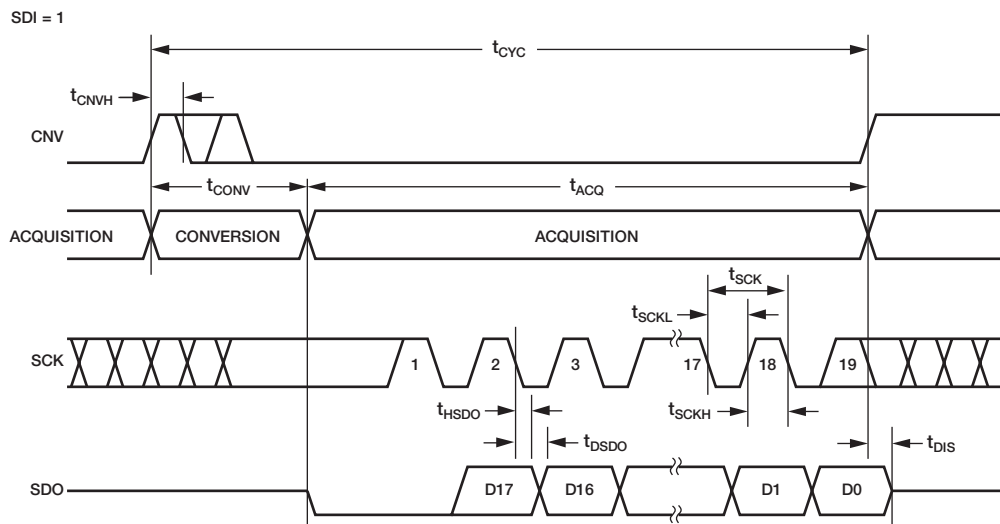
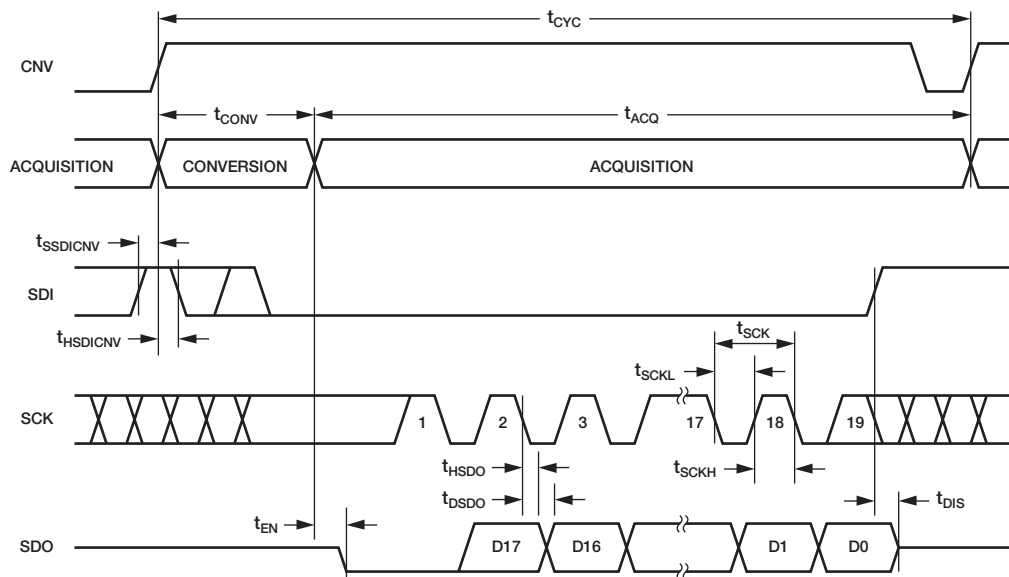

図38. BUSYインジケータを使用する3線式CSモードのシリアル・インターフェース・タイミング (SDIハイレベル)
図42. BUSYインジケータを使用する4線式CSモードのシリアル・インターフェース・タイミング
- CSモードでは、ADCの変換終了時にCNVまたはSDIがローレベルのとき (図38と図42を参照)。